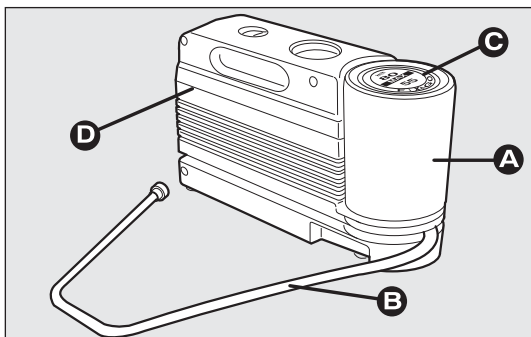

рис. 150
Комплект – рис. 150 включает:
- компрессором D – рис. 150 в комплекте с манометром и штуцерами;